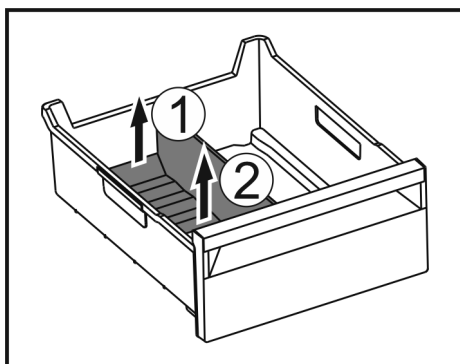

Fig. 144
- Hinteren Teil des Eisfach-Trenners anheben. Fig. 144 (1)
- Eisfach-Trenner nach oben entnehmen. Fig. 144 (2)